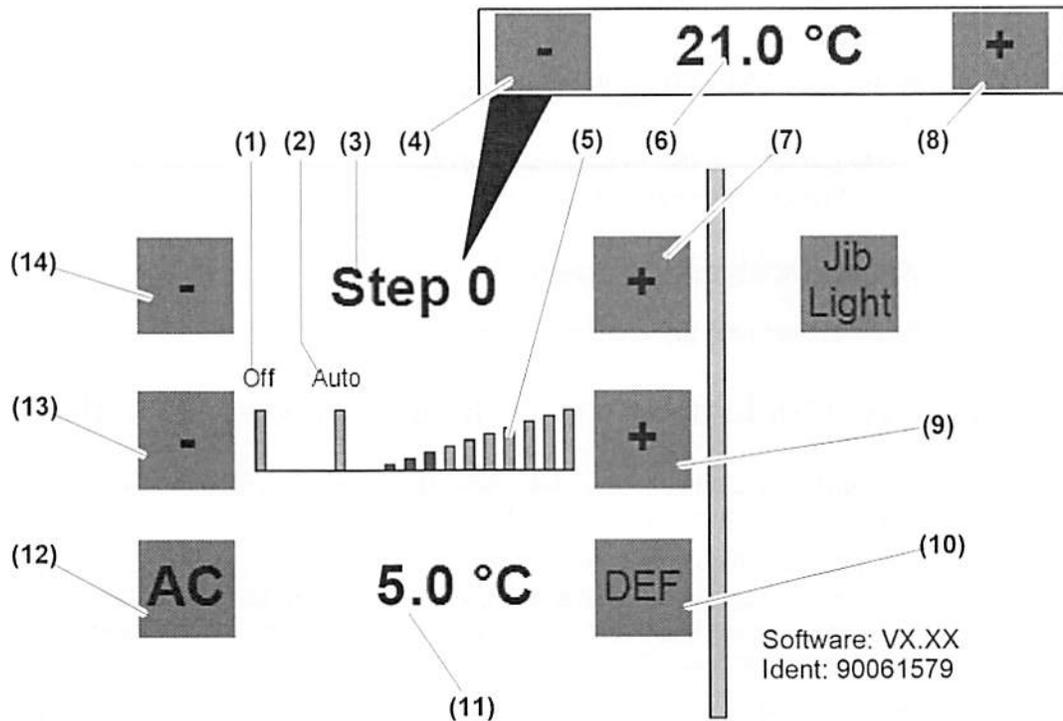

Fig. 383: Klimaeinstellungen am Touchdisplay
- ▶ Taste „Temperatur erhöhen“ (1) drücken oder Taste „Temperatur verringern“ (1) drücken.
- ▷ Eingestellte Heizstufe (3) am Touchdisplay ändert ihren Wert. (siehe: Fig. 383, Seite 422)
- ▶ Taste „Temperatur verringern“ (1) drücken, bis eingestellte Heizstufe (3) am Touchdisplay (siehe: Fig. 383, Seite 422) „Step 0“ anzeigt.
- ▷ Eingestellte Temperatur (6) am Touchdisplay ändert ihren Wert. (siehe: Fig. 383, Seite 422)
- ▶ Taste „Gebläseleistung erhöhen“ (2) drücken oder Taste „Gebläseleistung verringern“ (5) drücken.
- ▷ Balkenanzeige „Gebläseleistung“ (5) am Touchdisplay ändert ihren Wert. (siehe: Fig. 383, Seite 422)
- ▶ Taste „Gebläseleistung verringern“ (5) drücken, bis Anzeige „Gebläse ausgeschaltet“ (1) am Touchdisplay blau leuchtet. (siehe: Fig. 383, Seite 422)
- ▶ Taste „Gebläseleistung erhöhen“ (2) drücken.
- ▷ Anzeige „Gebläseautomatik eingeschaltet“ (2) am Touchdisplay leuchtet blau. (siehe: Fig. 383, Seite 422)
- ▶ Taste „Gebläseleistung verringern“ (5) drücken, bis Anzeige „Gebläseautomatik eingeschaltet“ (2) am Touchdisplay blau leuchtet. (siehe: Fig. 383, Seite 422)